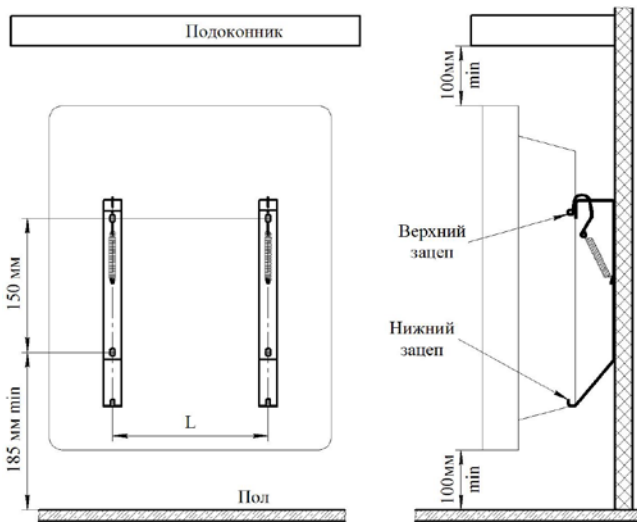

Рис. 1
4.4 Для стационарной установки конвектора выполните на стене разметку под крепёжные отверстия (см. рис.1, табл.2) и закрепите кронштейны для установки конвектора, любым доступным способом, обеспечив надёжное крепление конвектора в течении всего срока эксплуатации и соблюдая минимальные расстояния от поверхностей конвектора до предметов окружающей обстановки, как показано на рисунке 2 (расстояния даны в сантиметрах).